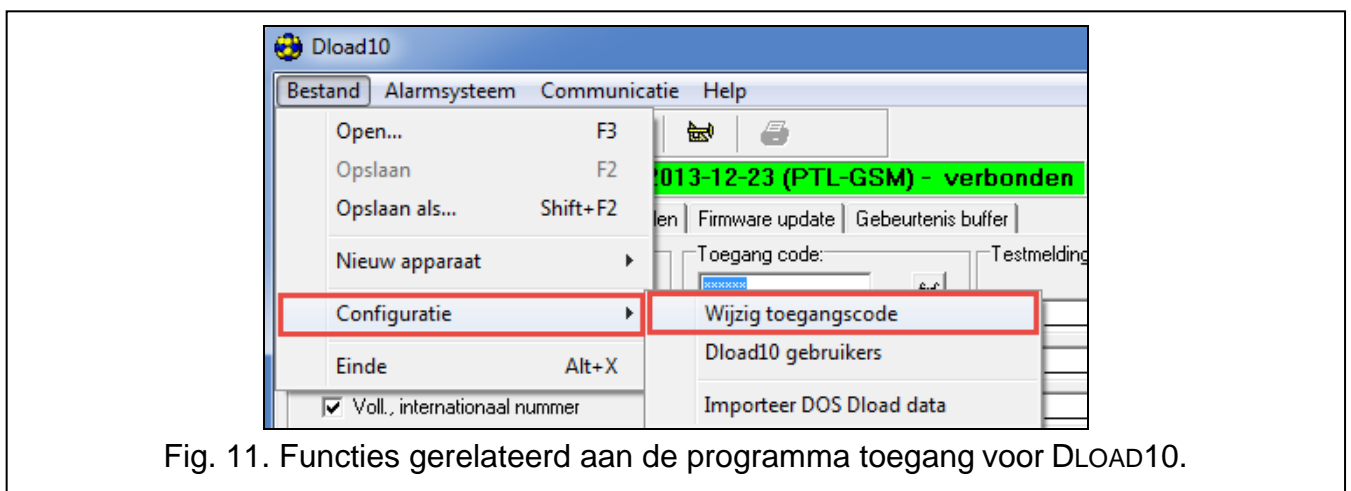

Fig. 11. Functies gerelateerd aan de programma toegang voor DLOAD10.
1. Klik op “Bestand”, ga naar “Configuratie” en selecteer dan “Wijzig toegangscode” (zie: Fig. 11).
Het programma maakt het mogelijk om met div. autorisatieniveaus in te loggen. Om gebruikers aan te maken gaat u naar: “Bestand”, daarna naar “Configuratie” en selecteert u “Dload10 gebruikers” (zie: Fig. 11).